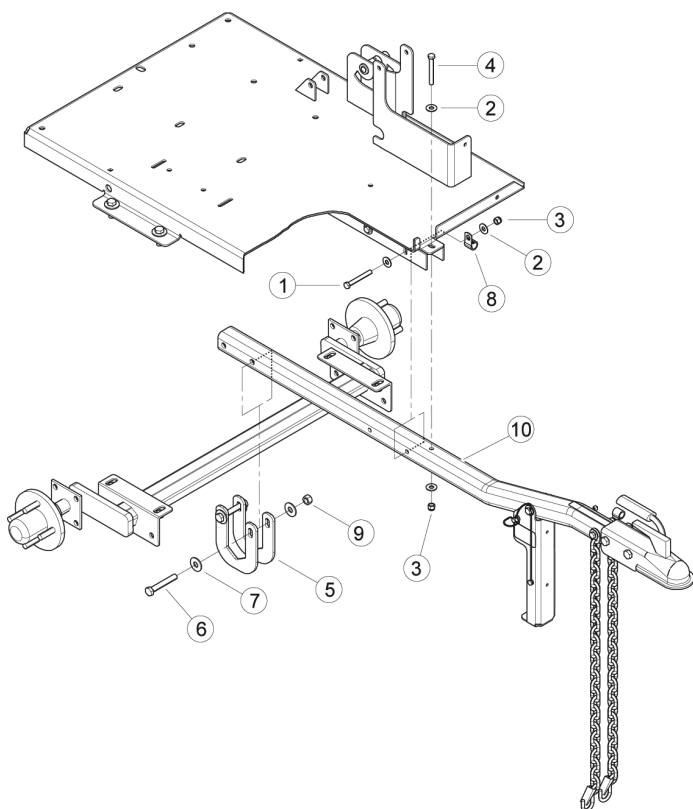

Рис. 2.1. Узел сцепного устройства прицепа (показана конструкция, соответствующая требованиям ЕС)
1. Прежде всего, прикрепите узел тяги сцепного устройства (10) к каналу сцепного устройства внизу днища прицепа при помощи двух болтов 3/8 x 3-1/4 дюйма (1), шайб (2) и самоконтрящихся гаек «nylock» (3), а также одного болта 3/8 x 3 дюйма, двух шайб (2) и гайки «nylock» (3). (См. рис. 2.1).
2. **ПРИМЕЧАНИЕ:** Для монтажа электропроводки применяются три хомута (8) с защитным покрытием (рис. 2.1 и 2.3). Прежде чем прикреплять хомуты к своему месту с помощью болтов, необходимо установить в них электропроводку. Места расположения хомутов см. на рис. 2.1 и 2.3.
3. После этого установите две шайбы (5) сцепного устройства на ось и прикрепите их к тяге сцепного устройства при помощи двух болтов 1/2 x 3-1/4 дюйма (6), четырех шайб (7) и самоконтрящихся гаек (9), как показано на рис. 2.1 и 2.3.